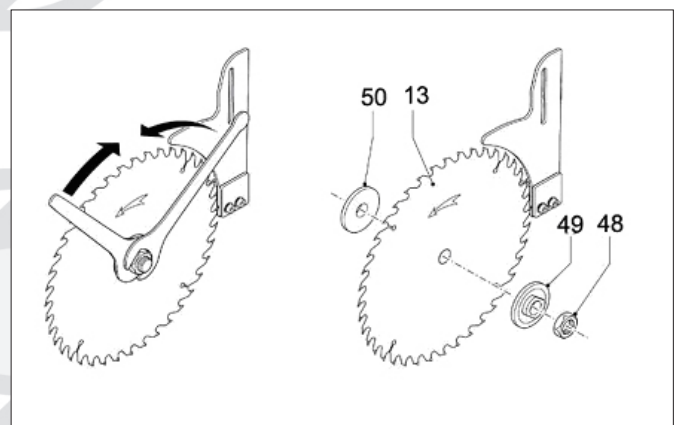

Abbildung 14
Entfernen Sie die Mutter (48) an der Sägeblattspindel mit einem Gabelschlüssel, entfernen Sie wie in Abbildung 14 gezeigt den Außenflansch (49), das Sägeblatt (13) und den Innenflansch (50).